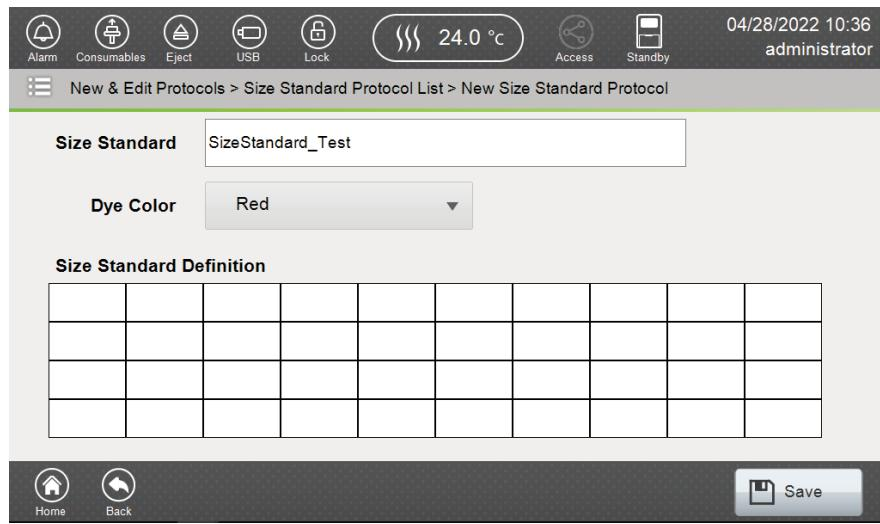

図 137 New Size Standard Protocol 画面
4. Size Standard Definition のグリッドを選びます。 (図 137)